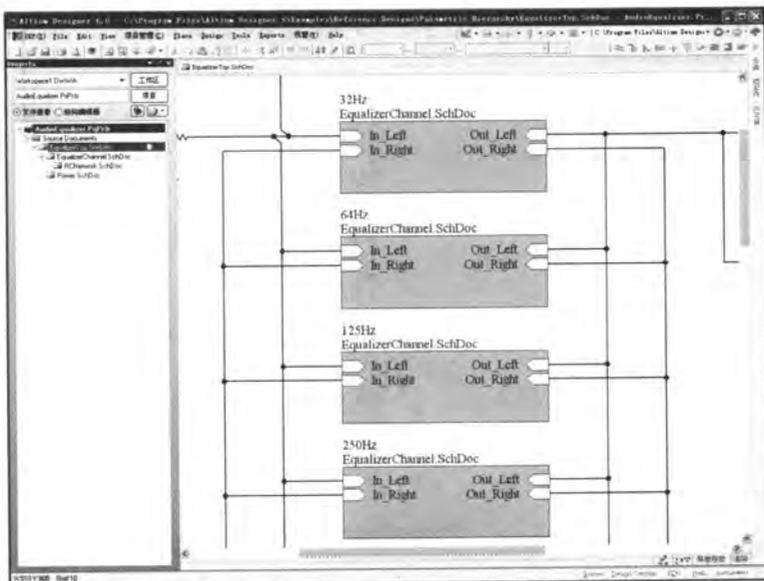

图 4-71 顶层原理图“EqualizerTop.SchDoc”
- [2] 打开顶层原理图“EqualizerTop.SchDoc”，有 10 个与子原理图“EqualizerChannel.SchDoc”对应的图纸符号，应用于不同的频带，但具有相同的逻辑结构，如图 4-71 所示。